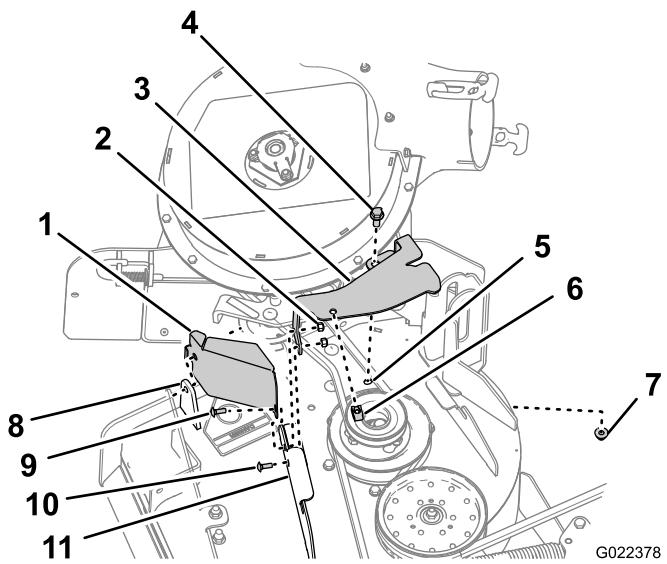

Bild 7
2. Fluchten Sie die Riemenabdeckungshalterung mit den Löchern an der Rückseite des vorderen Mähwerkflansches aus (Bild 7).
3. Befestigen Sie die Riemscheibenschutzvorrichtung und die Riemenabdeckungshalterung mit der Schlossschraube (1/4" x 1", CE-Kit) und der Sicherungsmutter (1/4", Gebläse-Kit), die Sie in Schritt 1 von Entfernen der Riemenabdeckungshalterung \(Seite 4\) entfernt haben, im äußeren Loch des vorderen Mähwerkflansches, siehe Bild 7.
4. Befestigen Sie die Riemenabdeckungshalterung mit einer Schlossschraube (1/4" x 3/4", Gebläse-Kit) und der Sicherungsmutter (1/4", Gebläse-Kit), die Sie in Schritt 1 von Entfernen der Riemenabdeckungshalterung \(Seite 4\) entfernt haben, im inneren Loch des vorderen Mähwerkflansches, siehe Bild 7.
5. Fluchten Sie das Loch im hinteren Flansch der Riemenabdeckungshalterung mit dem Loch im Mähwerk aus, aus dem Sie die Riemenabdeckungshalterung in Schritt 1 von Entfernen der Befestigungshalterung für die Abdeckung \(Seite 3\) entfernt haben, siehe Bild 7.
Befestigungshalterung für die Abdeckung (Seite 3) entfernt haben, am Mähwerk, siehe Bild 7.
7. Fluchten Sie die Klippmutter mit dem Loch in der Oberseite der Riemenabdeckungshalterung aus und drücken Sie die Klippmutter auf die Halterung (Bild 7).